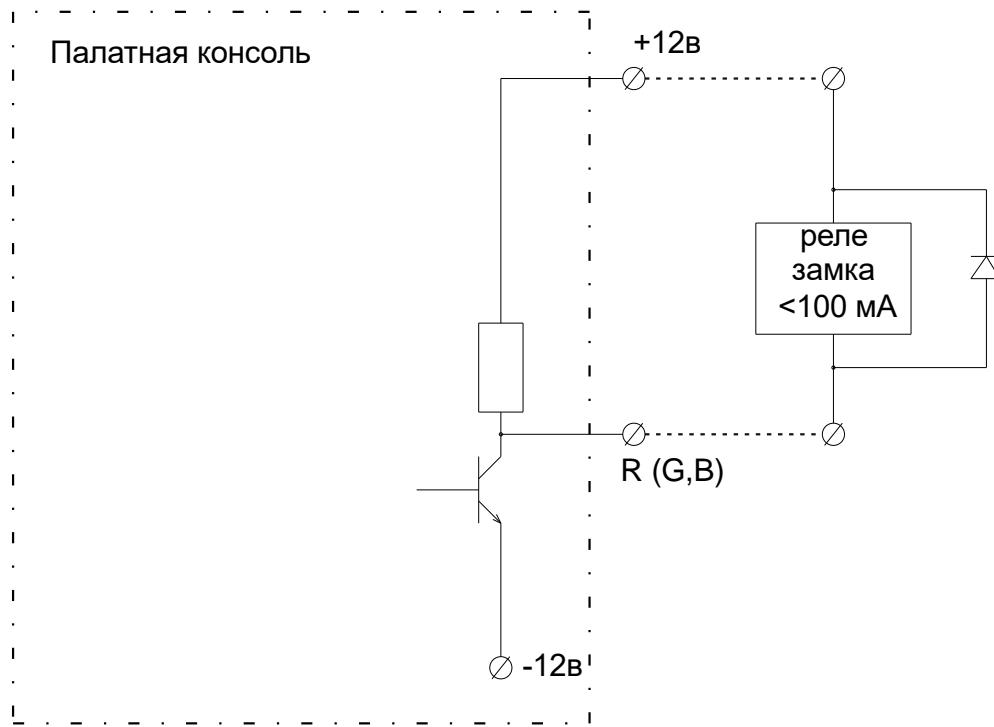

Рисунок 3. Схема подключения замка
10. Если используется дополнительная сигнальная лампа: подключить 4-х проводный кабель от нее к клеммнику с шагом 3.5, входящему в комплект поставки, и установить клеммник в контакты (R)(G)(B)(+) следующим образом: линию от клеммы **красный** сигнальной лампы в контакт (R), линию от клеммы **зеленый** сигнальной лампы в контакт (G), линию от клеммы **синий** сигнальной лампы в контакт (B), линию от клеммы **+12В** сигнальной лампы в контакт (+).
Если используются замки: подключить входы реле управления замков к контактам (R) (G) (B) и контакту + следующим образом: замок 1 к контакту (B), замок 2 к контакту (G), замок 3 к контакту (R) (рис.3).